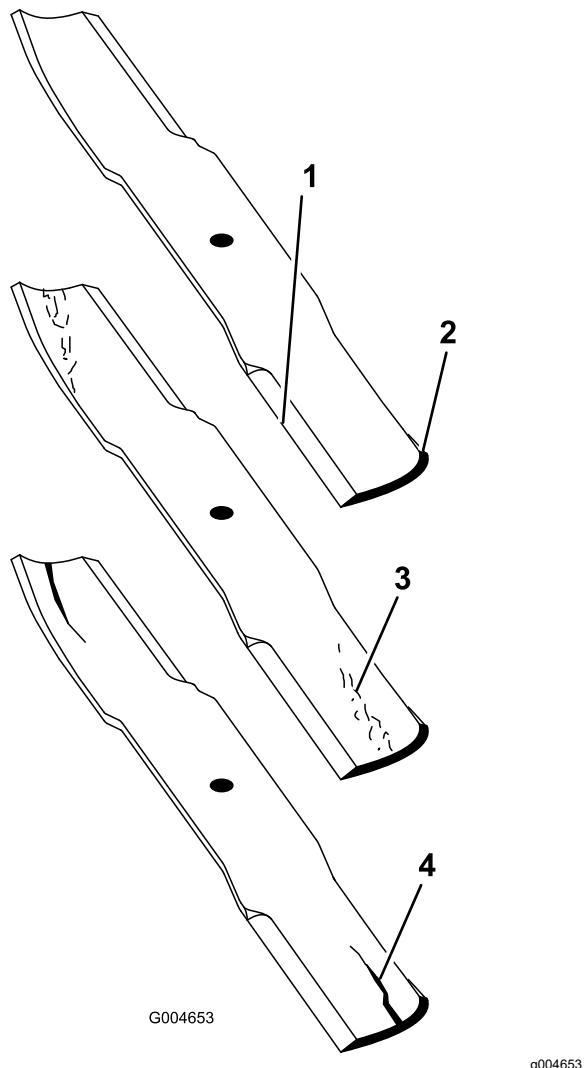

Figura 98
2. Verificate accuratamente i taglienti, con particolare attenzione ai punti d'incontro delle sezioni piatta e curva della lama (Figura 98).
Nota: Sabbia e materiali abrasivi possono consumare il metallo che connette le sezioni piatta e curva della lama, per cui si consiglia di controllare la lama prima di usare il tosaerba. Se riscontrate segni di usura (Figura 98), sostituite la lama.